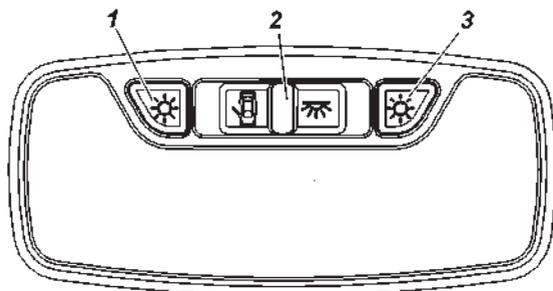

Рис. 3.26. Плафон освещения салона:
**Плафон освещения салона** включает в себя секции индивидуального освещения водителя и переднего пассажира. Левая и правая секции индивидуального освещения, включаются нажатием выключателей, 1 или 3 (рис. 3.26) соответственно.